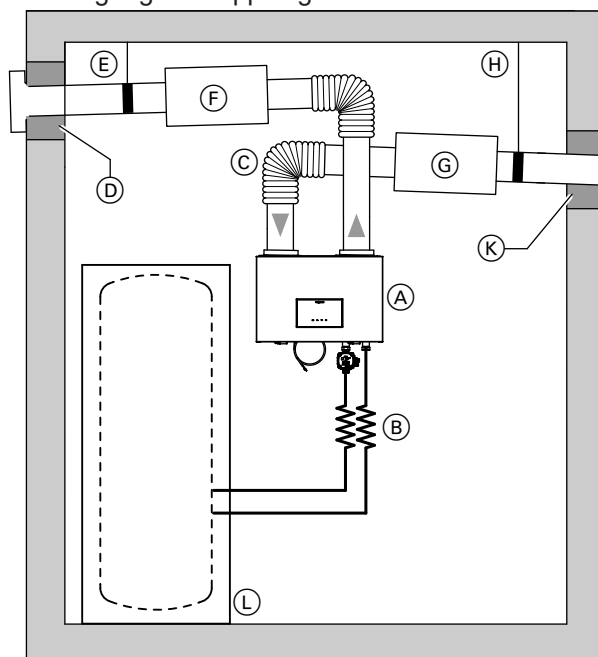

Abb. 20
- Leitungen, Wanddurchführungen und Anschlüsse an die Warmwasser-Wärmepumpe können zur Geräuschreduzierung schwingungsgedämpft ausgeführt werden: Siehe Abb. 20.